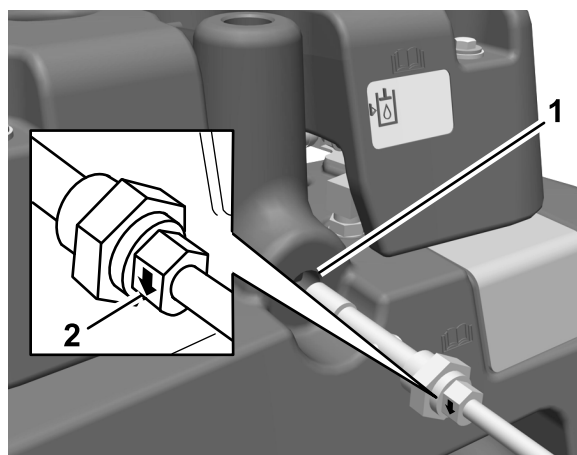

Figura 11
19. Rimuovete il tappo dal serbatoio idraulico principale (Figura 11).
20. Fate scorrere l'O-ring sul sensore di livello dell'olio idraulico e installate il sensore nel serbatoio idraulico (Figura 11).
Importante: Verificate che la freccia dell'indicatore su ambo i lati del dado di fissaggio del sensore di livello dell'olio idraulico sia rivolta verso il basso (Figura 11).